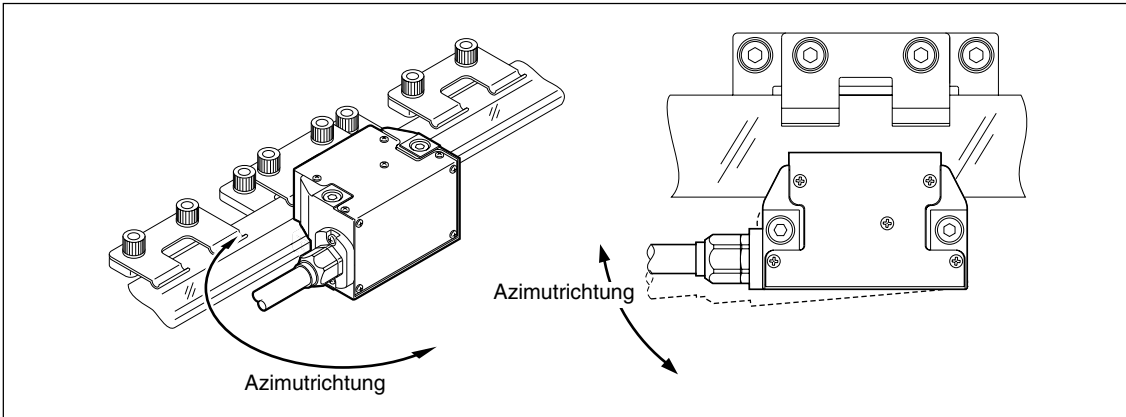

Abb. 3-18
- 2 Drehen Sie den Detektorkopf, wie in Abb. 3-18 gezeigt, bis Sie den Punkt finden, an dem die Amplitude der Lissajousfigur ihr Maximum erreicht.